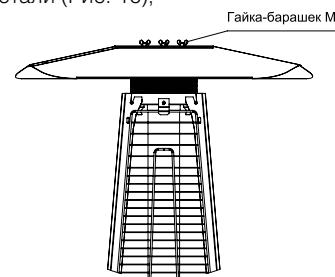

Рис.16 - Установка козырька
- Установите на дожигатель козырек, закрепите козырек на гайки-барашки M6 из нержавеющей стали (Рис. 16);